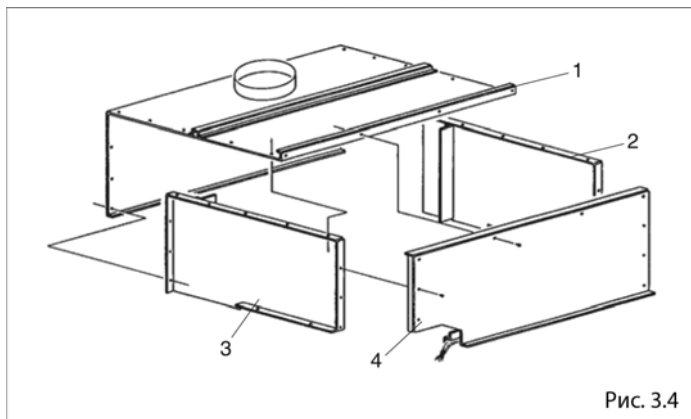

Рис. 3.4
Дымосборная камера поставляется в виде четырех частей, которые соединяются между собой с помощью винтов, входящих в комплект поставки (Рис. 3.4). Для сборки необходимо закрепить правую боковую панель (2) на верхней панели (1) с помощью девяти саморезных винтов ТЕ 12Е х 1/2". Такую же операцию необходимо выполнить для правой боковой панели (3). В конце закрепите панель (4), которая снимется при чистке. После завершения сборки установить дымосборную камеру на чугунный корпус котла.